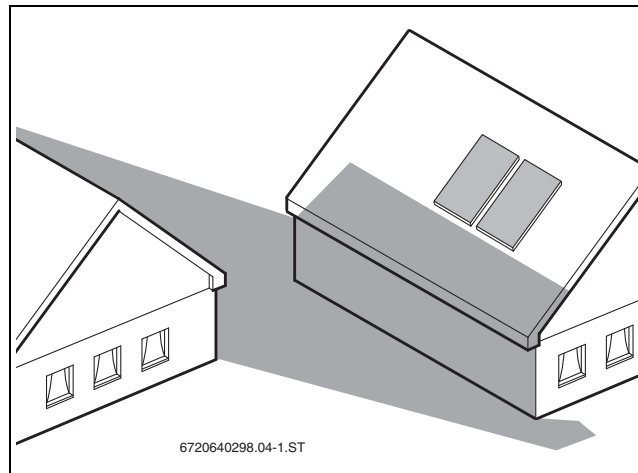

Рис. 13 Не допускайте затенения
- Не допускайте затенения (→ рис. 13).